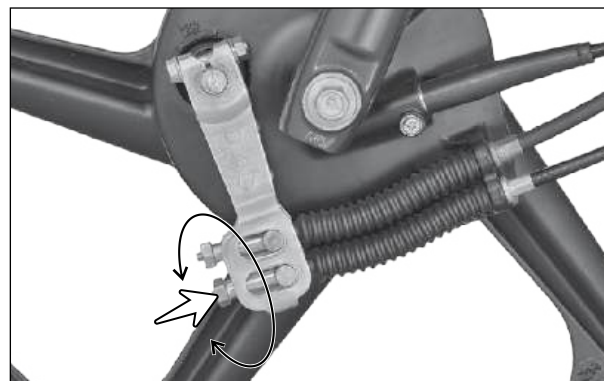

Fig. 2.36
- Caso a folga livre esteja fora do valor especificado, gire a porca de ajuste do freio dianteiro na extremidade do braço de acionamento do freio dianteiro para dentro ou para fora até obter a folga especificada. (Fig. 2.36)